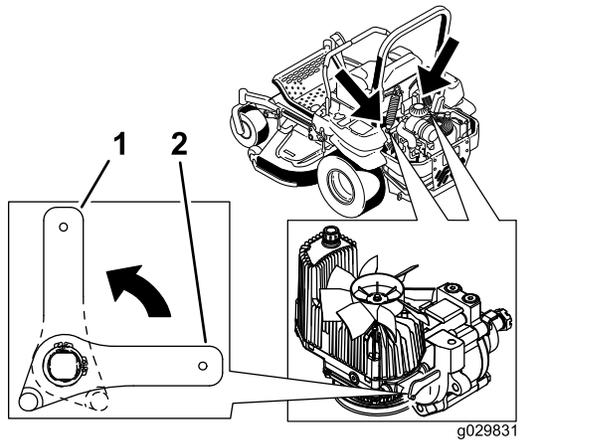

Figura 40
2. Gire las palancas de las válvulas de liberación a la posición vertical para empujar la máquina (Figura 40).
4. Gire las palancas de las válvulas de desvío a la posición horizontal para conducir la máquina (Figura 40).